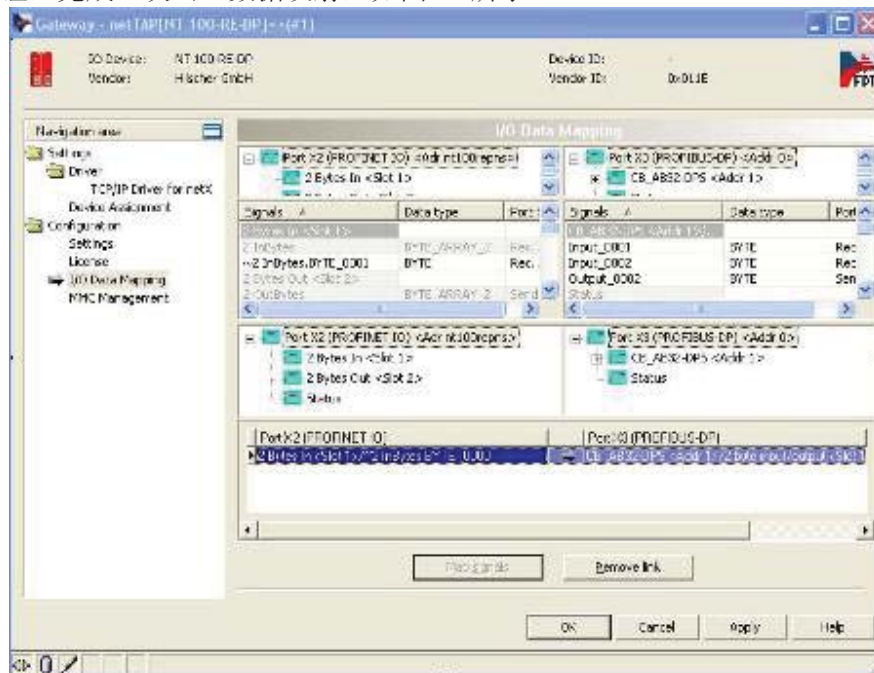

图 24
(24) 分别单击“Signals”区的“~2 Inbytes.BYTE\_0000”与“Output\_0001”，单击“Map signals”按钮，完成一次 I/O 数据映射，如图 24 所示：